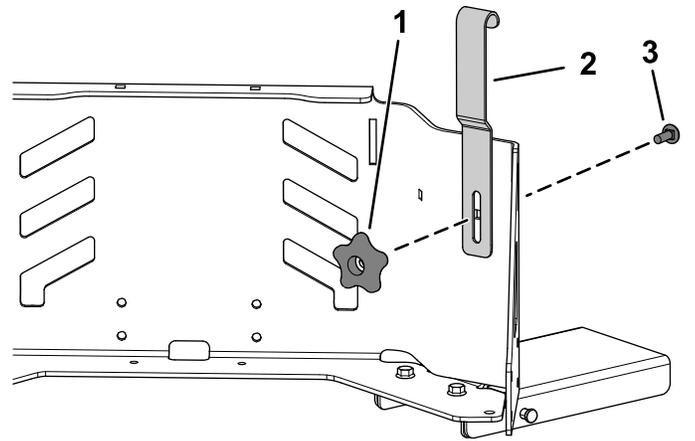

Figura 3
3. Sujete el retenedor del cubo al protector del motor usando el perno de cuello cuadrado (5/16" x 7/8") y el pomo (Figura 3).